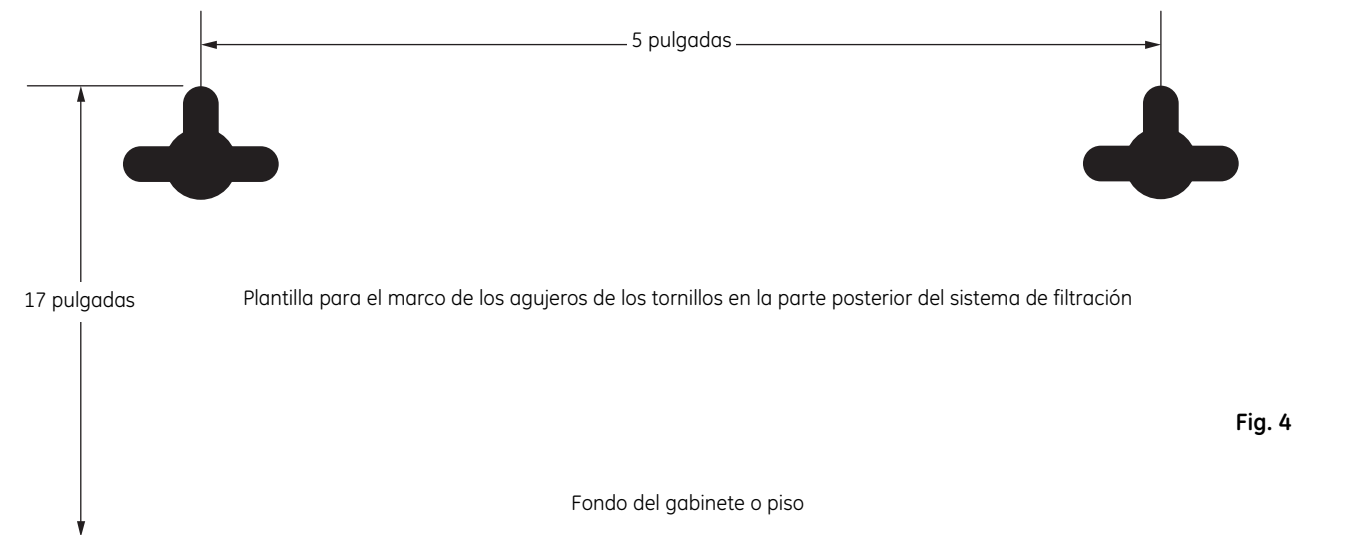

Fig. 4
2. La parte superior de las aberturas de la plantilla deben colocarse a un mínimo de 17 pulgadas por encima del fondo del gabinete o del piso donde el sistema será montado (Figs. 4 y 5). **NOTA:** Cualquier distancia menor podría resultar en que los cartuchos de los filtros interfieran con el piso cuando sean removidos.